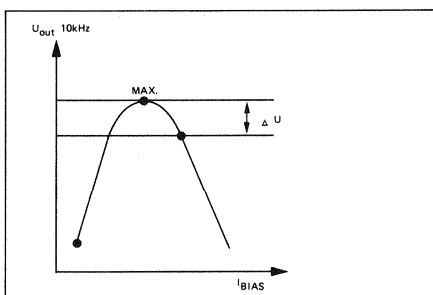

Fig. 5.8
- Die erreichten Werte (in dB) notieren, von diesem Wert den jeweiligen Betrag nach Fig. 5.8 abziehen.
- Write down the actual values (in dB) and deduct from this value the amount shown in Fig. 5.8.
- Notez les valeurs absolues en dB puis soustrayez leur la valeur correspondante indiquée fig. 5.8.